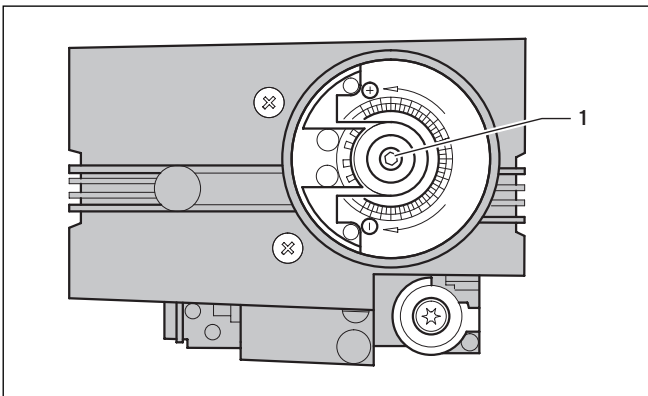

Рис. 6.3 Винт расхода газа
Настройка газа для номинальной тепловой мощности выполняется посредством винта расхода газа (1, рис. 6.3) при помощи торцевого шестигранного ключа на 3 мм газовой арматуры.
- Исправьте при необходимости содержание CO₂ на винте расхода газа (1, рис. 6.3) при помощи торцевого шестигранного ключа 3 мм, согласно табл. 6.2.